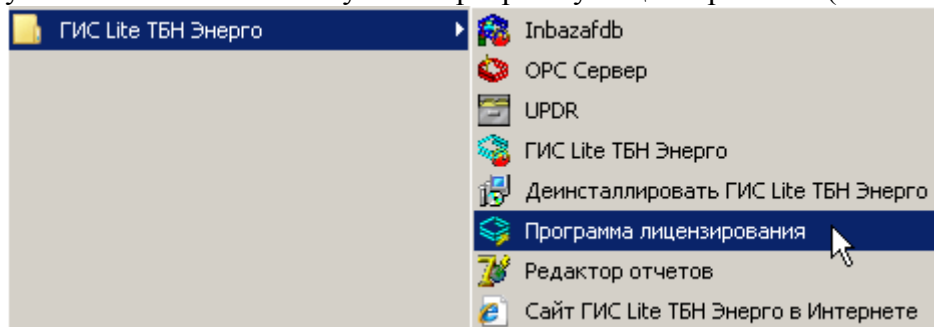

Рис. 2. Программная группа ГИС Лайт.
1. После установки ГИС Лайт запустите программу лицензирования (Рис.2 и 3);